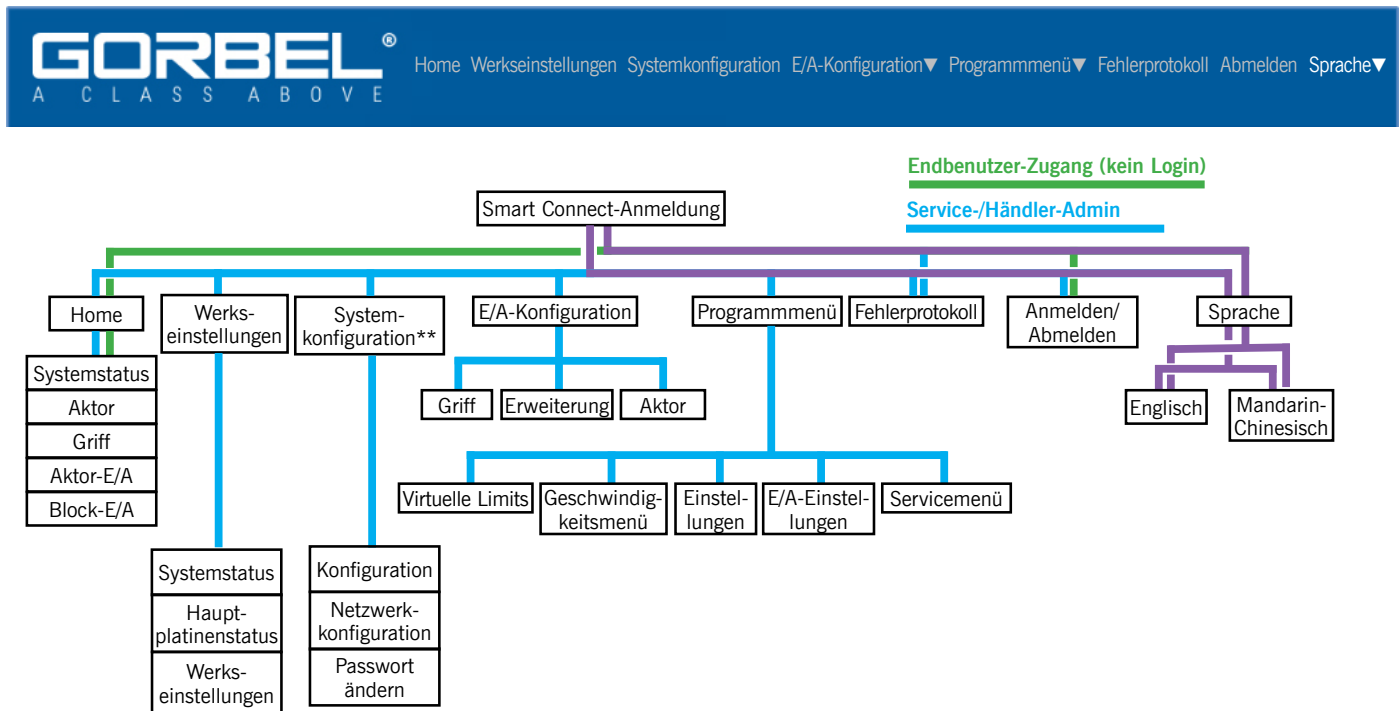

Abbildung 4B-51. Pfad zur Spracheinstellung.
3. Wie in **Abbildung 4B-39** gezeigt, sind folgende Sprachen verfügbar: